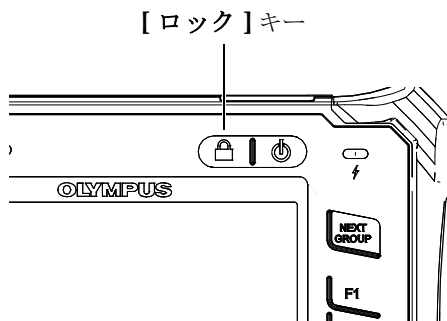

図 2-8 調整ノブ構成 - [ロック] キー
- [ロック] キー（ノブ構成のみ）では、ノブが偶然動いたためにパラメータが不必要に変更されることを防止するために、すべてのパラメータの調整が自動的にロックされます（33 ページ図 2-8 参照）。